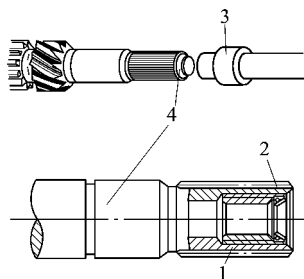

图 3-67 离合器杆衬套
(1) 离合器的压杆衬套和油封的安装 如图 3-67 所示，将离合器压杆衬套 1 和油封 2，用工具 3 压入输入轴 4。压入油封 2 前要在油封外圆涂上润滑油。在油封唇口涂上润滑脂，油封 2 压入后应低于输入轴 4 的端面 0.8 ~ 1.3 mm。